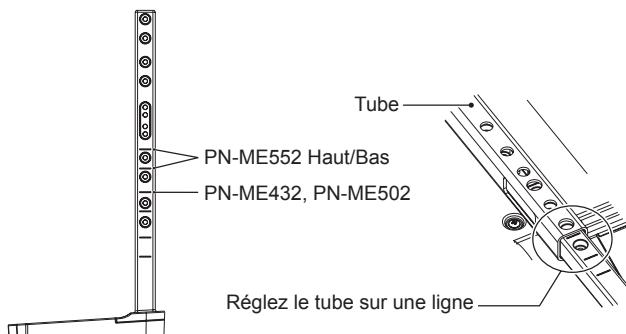

Figure 1
- Les lignes sur le pied indiquent le réglage de la hauteur (Figure 1). Réglez le tube sur les lignes.